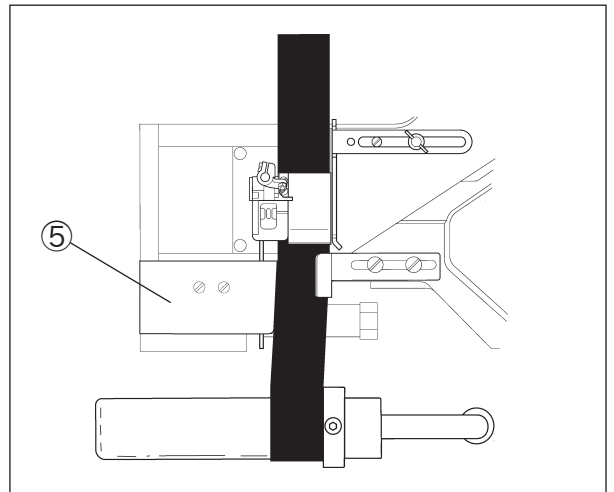

図 3-7
ゴムテープは図 3-7 のように、右針にかからない位置にセットしてください。定規台カバー③の穴から定規台(上)の止ネジ④を緩めて定規台(上)を左右に動かして調節してください。このとき定規⑤も同時に動きます。